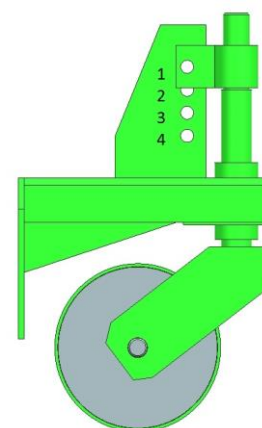

Рис. 7 Установка высоты.
1. Сначала вытяните пальцы на косилке и освободите боковые винтовые раскосы нижних рычагов (рис.7). И поверните их до совпадения с крепёжными отверстиями косилки.
Рабочая высота изменяется перемещением кронштейна опорного колеса с положения 1 по положение 4 (рис.7). Шаг изменения высоты - 3 см.